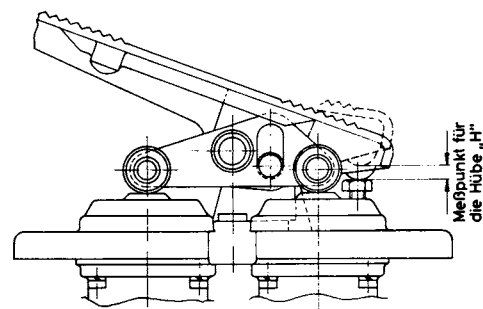

Abb. 4
- a) Bremsventil durch Drehen der Kreuzgriffschraube betätigen. Nach einem Hub von $5,6 \text{ mm}$ bis $6,4 \text{ mm}$ beim Gerät 461 300 104 0 von $6,0$ bis $7,6 \text{ mm}$ gemessen zwischen Stellschraube (41) und Trittplatte (36) Abb. 4 müssen die Manometer 3 und 4 max. $0,5 \text{ kp/cm}^2$ anzeigen. Differenz zwischen beiden Manometern max. $0,2 \text{ kp/cm}^2$.
- e) Bremsventil durch Zurückdrehen der Kreuzgriffschraube langsam entlüften spätestens bei einem Maß von $22,5 \text{ mm}$ zwischen Stellschraube (41) und Trittplatte (36) muß über das Bremsventil die Entlüftung einsetzen.